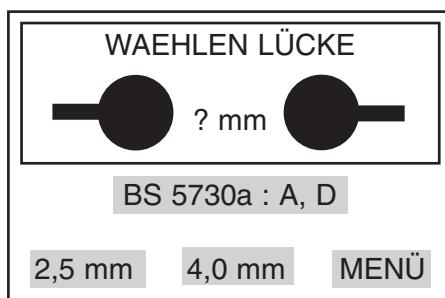

Abbildung 11 Beispieldisplay: Auswahl des Elektrodenabstands
- Nach Betätigen der linken, mit A, D beschrifteten Taste erscheint der in Abbildung 11 gezeigte Bildschirm. Mit den linken und mittleren Bedientasten das Programm für den gewünschten Elektrodenabstand wählen. Dieser Abstand sollte vorher entsprechend dem jeweils erforderlichen BS 5730a Überlastversuch eingestellt worden sein.